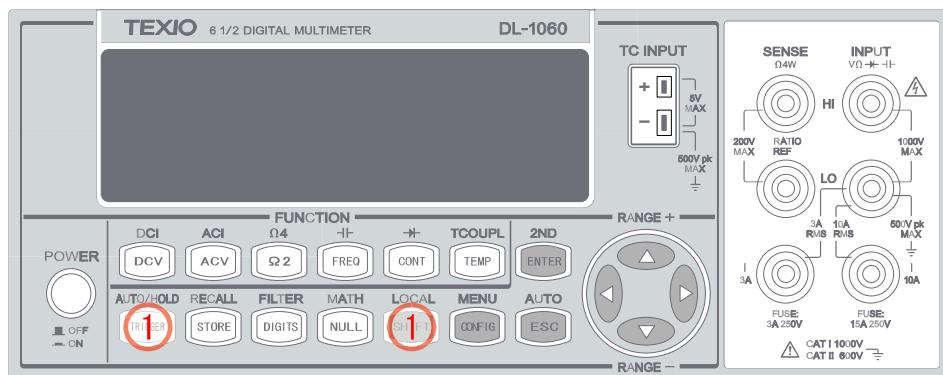

図 3-18
- ① SHIFT + TRIGGER ボタンを押して、Auto トリガモードに切り替えます。ボタンの位置は図 3-18 上に赤枠で示します。